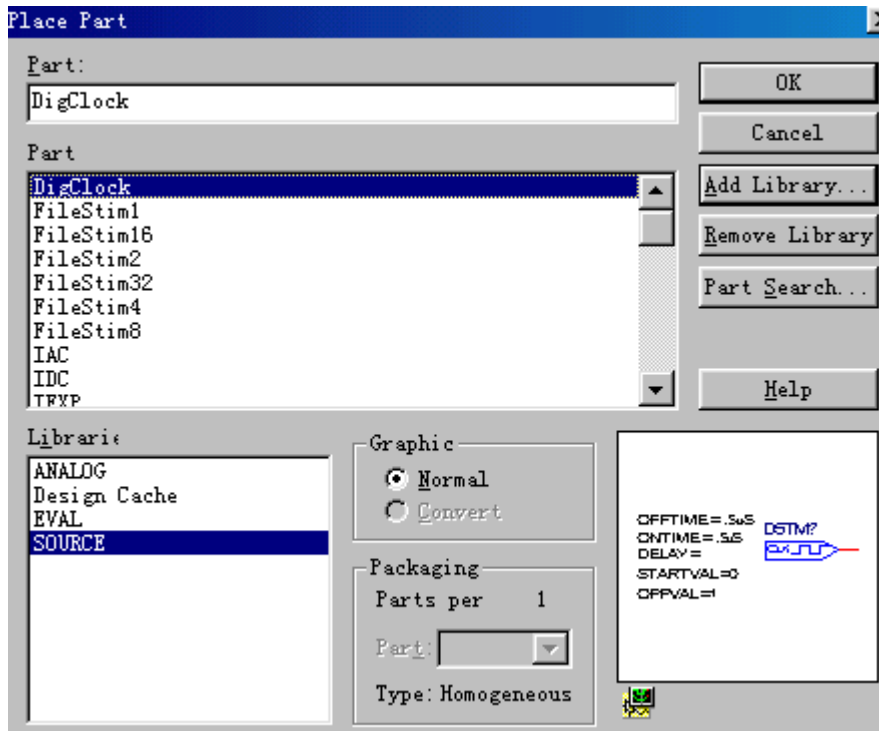

图10-53时钟型信号源 (DigClock)
1. 时钟型信号源 (DigClock) 可在如图10-53所示的PSpice/SOURCE库中提取其符号。